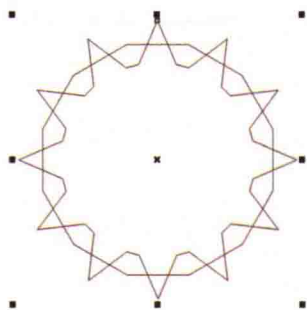

图1-24
STEP 18 选择所绘制的星形和小多边形，单击属性栏的“焊接”按钮，进行焊接操作，效果如图1-24所示。